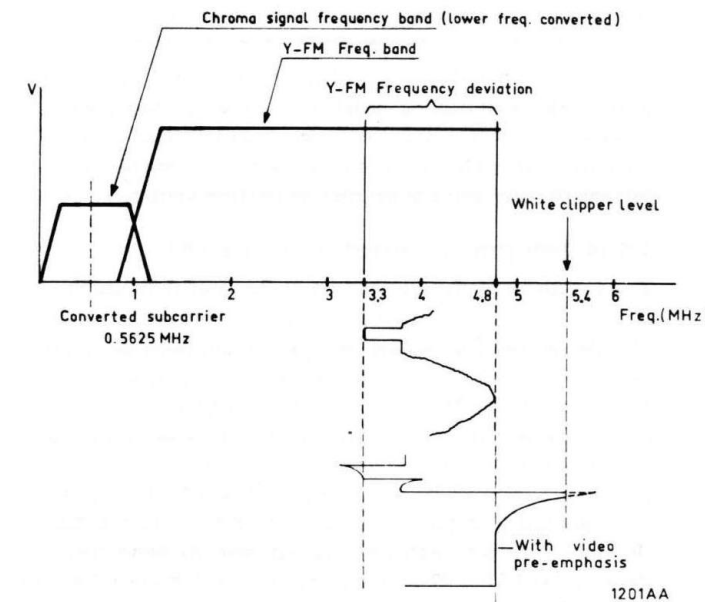

Fig. II-6
In de FM modulator wordt het luminantie signaal FM gemoduleerd. De FM zwaai bedraagt voor een 100 % wit signaal 1,5 MHz en ligt in het frequentie spectrum tussen 3,3 en 4,8 MHz (zie Fig. II-6).
- Het signaal wordt onderworpen aan een wit clipper (zie Fig. II-6).